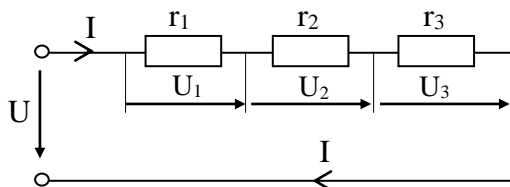

Рис. 2.7. Последовательное соединение резисторов и его свойства
Последовательным соединением резисторов – приемников энергии называется соединение, при котором они соединены один за другим без разветвлений (рис. 2.7).
1. При наличии источника питания по сопротивлениям проходит один и то же ток *I* (рис. 2.7).